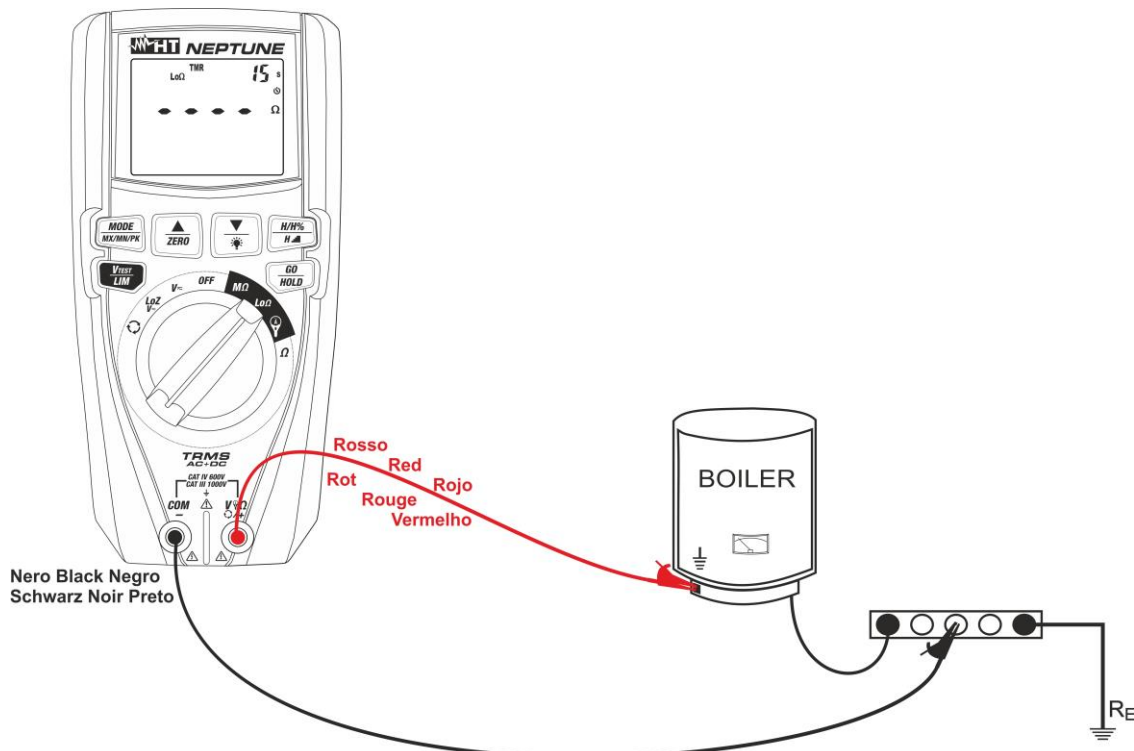

Fig. 29: Utilisation de l'instrument pour mesure de continuité en mode TMR
7. Introduire le conducteur rouge dans la borne d'entrée **V Ω +/+** et le conducteur noir dans la borne d'entrée **COM/-** et brancher l'instrument à l'installation contrôlée (voir Fig. 29)